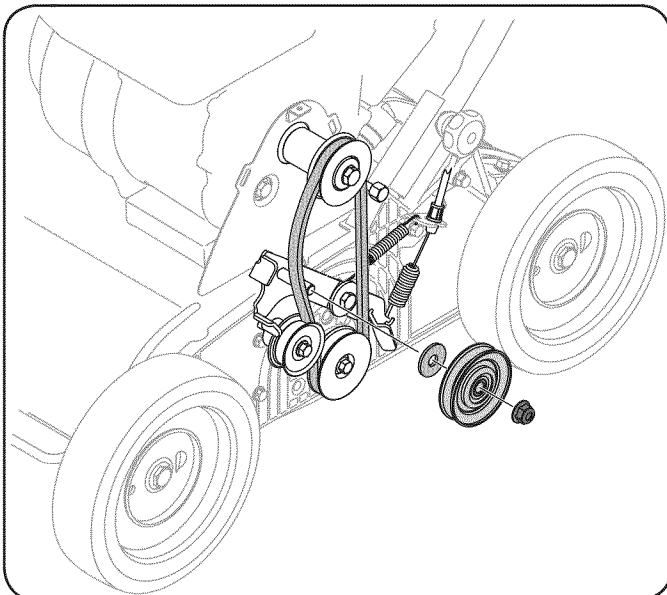

Figura 15
2. Retire la polea superior izquierda. Vea la Figura 15.
2. Vuelva a instalar la polea que retiró anteriormente, calzando la correa en la polea cuando ésta se ubica contra el guardacorrea. Vea la Figura 15.